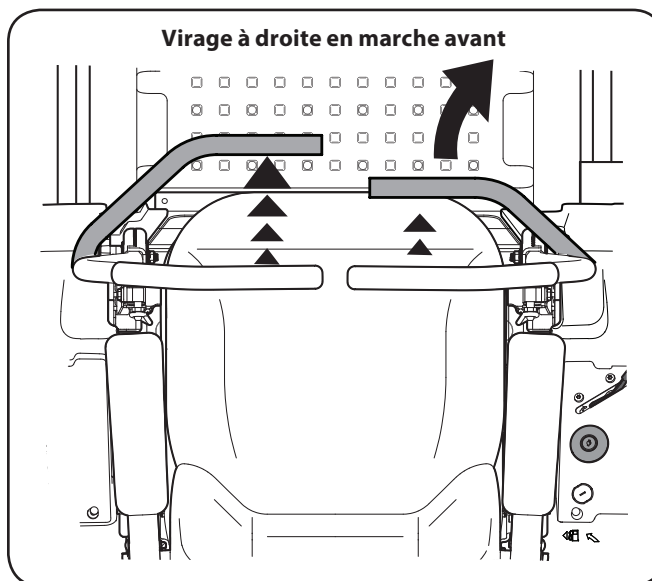

Figure 5-4
2. Pour tourner à droite, tirez la barre de conduite droite vers vous et poussez la barre de conduite gauche vers l'avant. Voir Figure 5-4.